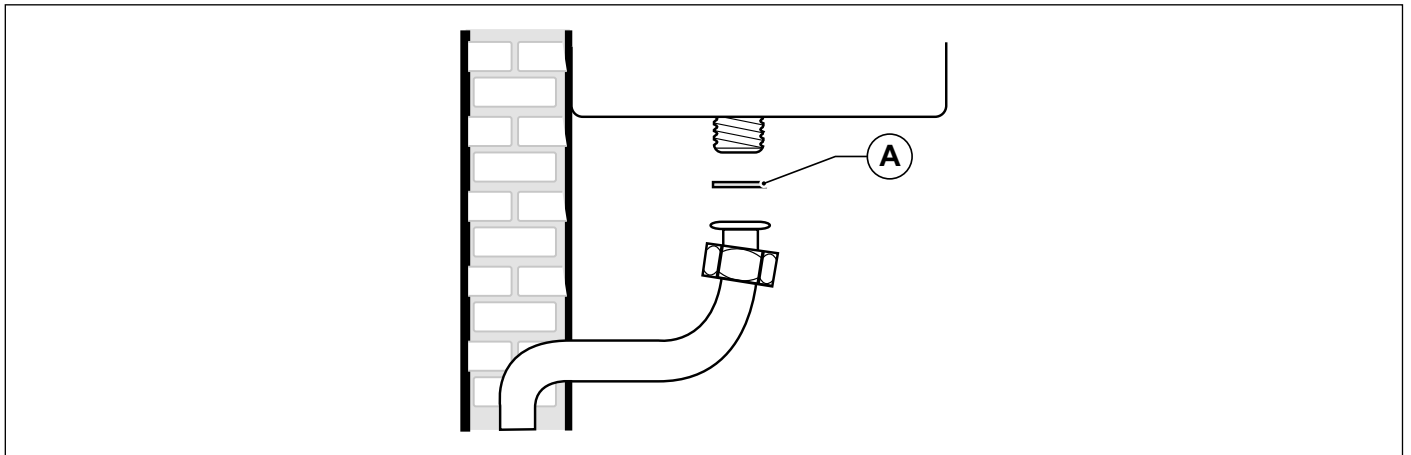

Fig. 23 Allacciamento alla rete del gas
E' OBBLIGATORIO, per collegare l'attacco gas della caldaia alla tubazione di alimentazione, interporre una guarnizione (A) a battuta di misure e materiali adeguati (vedi Fig. 23 Allacciamento alla rete del gas).